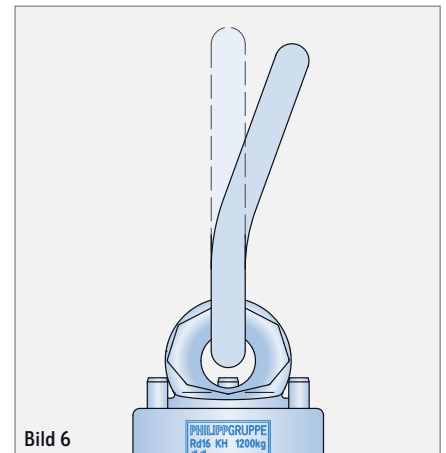

Bild 6
- » Verformung des Aufhängeglieds (Bild 6)